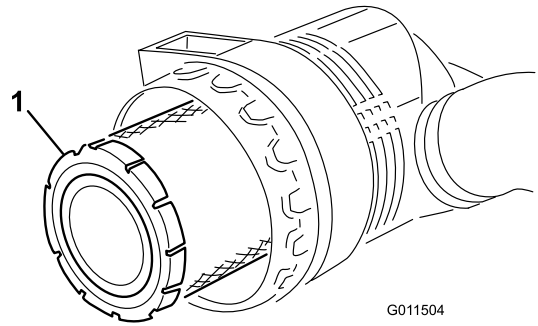

Figura 55
3. Retire y cambie el filtro primario (Figura 55).